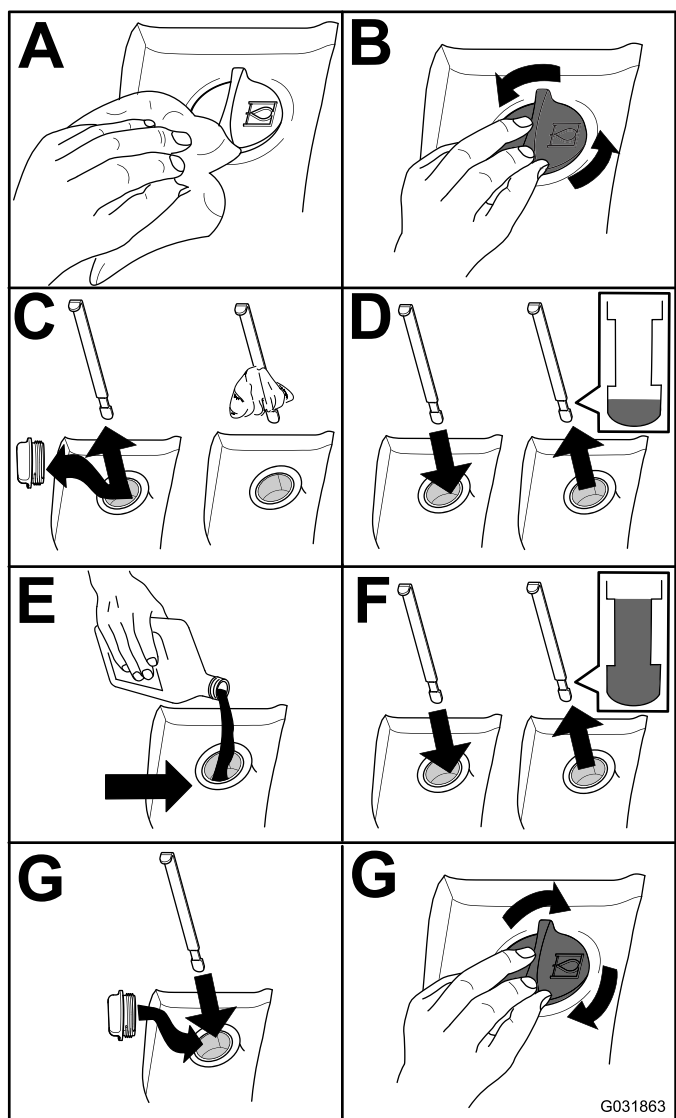

Figura 78
2. Verifique o nível de fluido hidráulico (Figura 78).